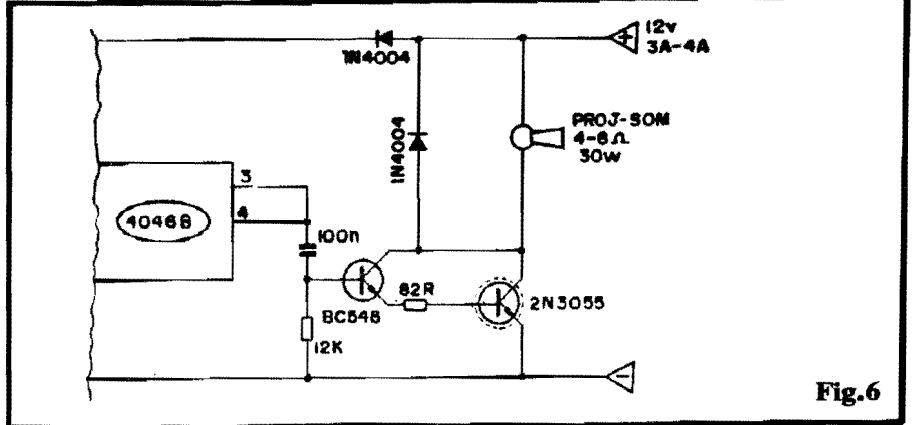

Fig. 6
- FIG. 6 - ESTOURANDO A BOCA (OU A ORELHA...?) DO BALÃO... - O volume final do som emitido pela MSP2 é, obviamente, para audição "local", forte (se considerada a demanda energética da montagem...) porém limitado... Quem quiser usar o núcleo do circuito numa sirene realmente de Potência, poderá fazer as simples modificações sugeridas no diagrama: "desprezarse" o alto-falante mini original, e seu resistor "darlingtado" ao BC548 (via resistor de 82R). Ao coletor do Darlington acopla-se, diretamente, um com projetor de som, dinâmico (magnético), com impedância entre 4 e 8 ohms (30W, no mínimo), protegendo-se simultaneamente o circuito e os transistores, pela inserção dos dois diodos 1N4004, conforme indicado... Com tal configuração, a Tensão geral de alimentação recomendada é 12V (sob uma disponibilidade de Corrente de 3 ou 4A, já que o estágio final "puxará" considerável energia, quando da emissão sonora...). Um excelente "berrador" para alarmes de segurança, poderão então ser
- FIG. 6 - "AGASALHANDO" & FIXANDO O SENSOR... - Dependendo diretamente de "onde" o sensor (NTC) vai trabalhar, diversos tipos de proteção ou fixação poderão ser necessários... A figura dá algumas sugestões, servindo de base ao raciocínio do montador/instalador... Na prática, contudo, Vocês terão que "se virar", in loco, pois cada caso é um